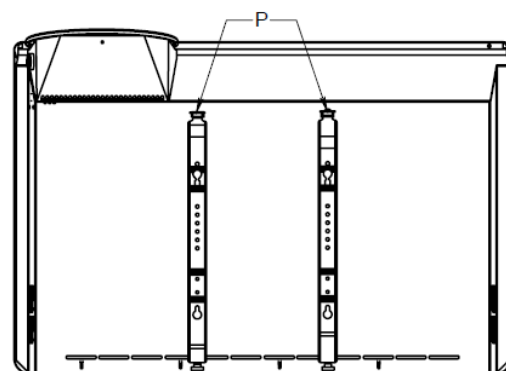

Рис. 4
- Опустите вниз две задвижки «Р» (см. рис. 4) на задней панели обогревателя и потяните прибор на себя.